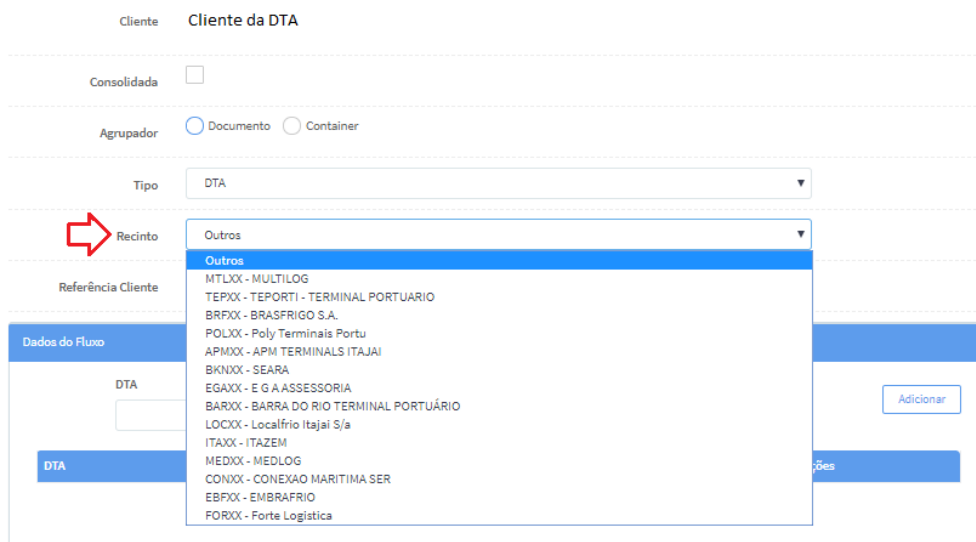

Figura 05 – Tela Informações do Processo.
- 4- Ao selecionar a opção DTA, o sistema abrirá o campo **Recinto**, onde será necessário informar o recinto de destino da DTA. Caso o recinto de destino não esteja cadastrado, selecione a opção **Outros (Figura 05)**;